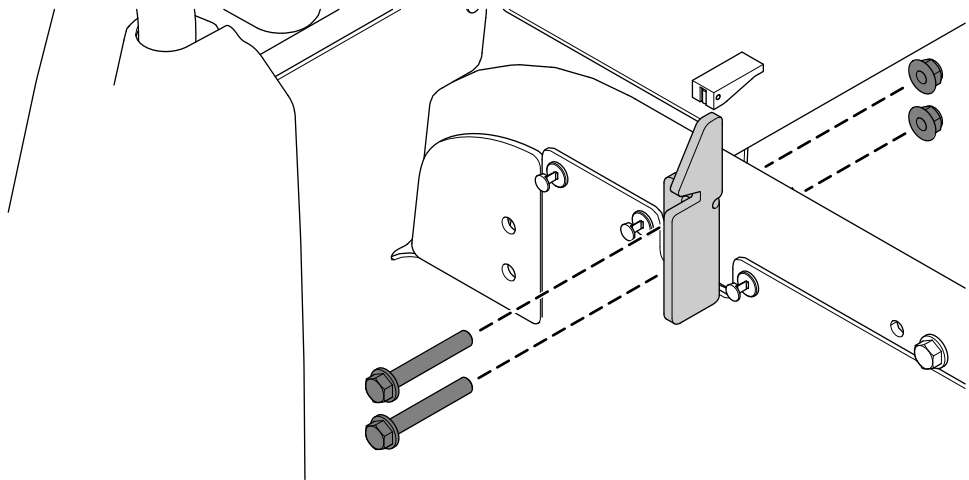

图 5
6. 从左机架管和右机架管上卸下 2 个门锁、4 个凸缘头螺栓 $\frac{3}{8}$ x 2 $\frac{1}{2}$ 英寸和 4 个凸缘螺母 $\frac{3}{8}$ 英寸 图 5。